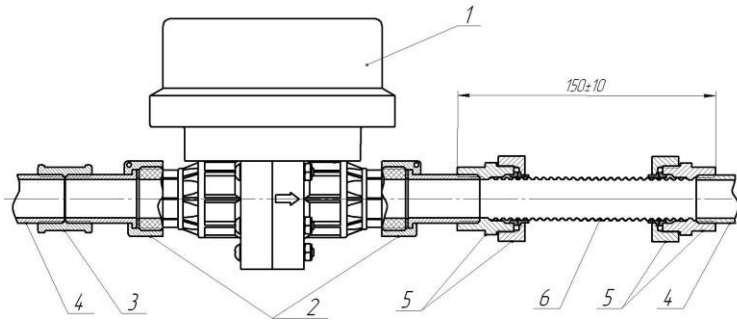

рис. 5.2
5.7. Преобразователи расхода «СР» ду 15 имеют пластмассовый патрубок с резьбовыми присоединительными концами. Для предотвращения возникновения нагрузок, возникающих вследствие теплового расширения трубопроводов и способных разрушить патрубок преобразователя расхода, рекомендуется применять гофрированные трубы, например HydroSta Flexy (рис. 5.2).